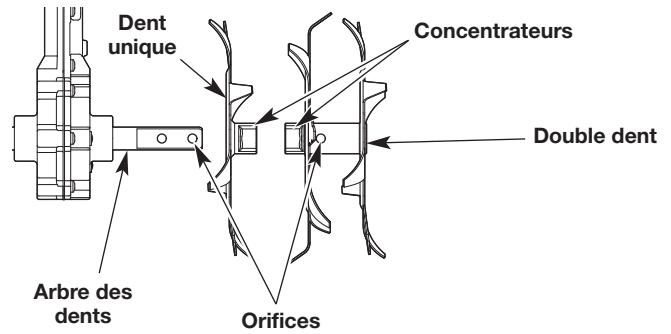

Fig. 12
2. Faites glisser les nouvelles dents sur l'arbre des dents. Les moyeux doivent se faire face (Fig. 12). Installez d'abord la dent unique. Ensuite, installez la double dent. Alignez l'orifice de la double dent avec l'orifice sur l'arbre des dents (Fig. 12).